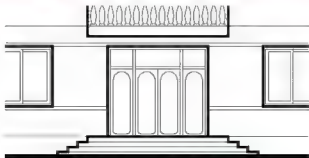

图 4.68 绘制立面台阶踏步投影线
(4) 用【直线】命令绘制立面台阶踏步投影线, 结果如图 4.68 所示。